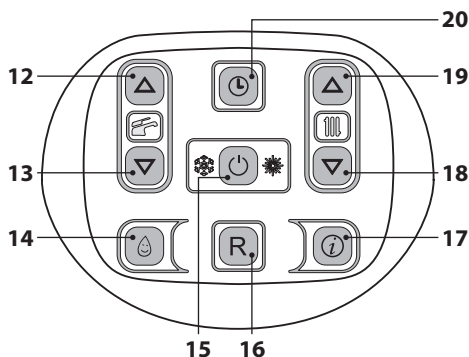
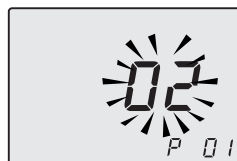

Figura 9.1
Figura 9.2
- Entrare in "modalità programmazione" premendo contemporaneamente per 10 secondi i tasti 15 - 18 - 19 (Figura 9.1) fino a far apparire sul display LCD le lettere **P01**, indicanti l'entrata nel "parametro 01" (Figura 9.2).
- Premendo il tasto 15 (Figura 9.1) si ottiene la conferma del valore inserito.